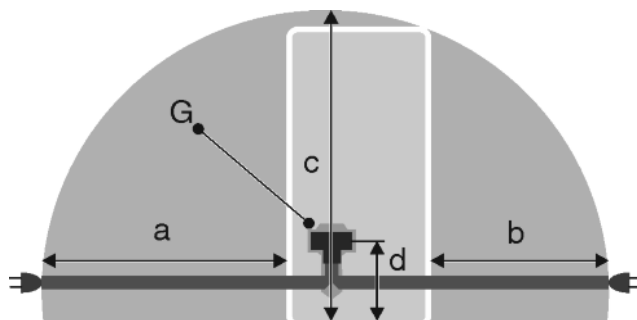

Fig. 26
- Steckdose liegt außerhalb des Geräterückseitenbereichs im gegebenen Bereich Fig. 26 (a, b, c).
- ▶ Gerätestecker Fig. 26 (G) auf der Rückseite des Gerätes einstecken. Auf richtiges Einrasten achten.